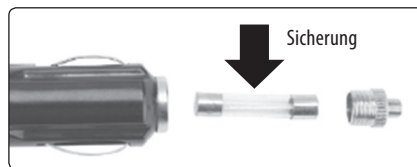

Abb. 10
- Wird das Gerät während der Fahrt nicht aufgeladen, prüfen Sie, ob in der Steckdose Spannung anliegt und ob auch der Draht in der Sicherung des 12 V Kabelsteckers intakt ist. Für den Zugang zur Sicherung muss die Kappe auf dem 12 V abgeschraubt werden (siehe Abb. 10). Ist die Sicherung beschädigt, ersetzen Sie sie mit einer neuen Sicherung (Typ F2AL 250 V).